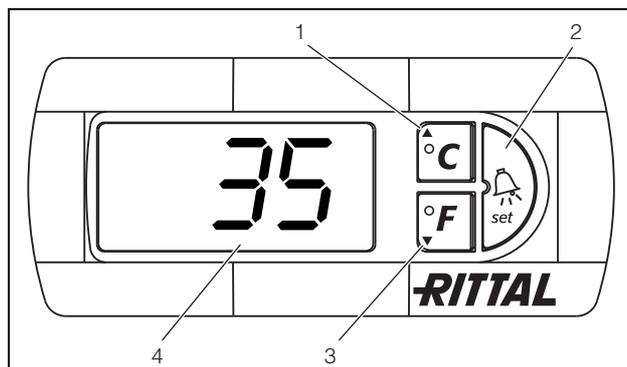

Рис. 38: Комфортный контроллер
Комфортный контроллер оснащен 7-сегментным дисплеем (рис. 38, № 4). На нем в течении ок. 2 сек. после включения отображается текущая версия ПО, затем значение предустановленного параметра (напр. t10) или температура. В нормальном режиме работы дисплей отображает температуру (в градусах Цельсия или градусах Фаренгейта) и сообщения об ошибках. Актуальная температура внутри шкафа обычно отображается на дисплее непрерывно. Сообщения об ошибках отображаются поочередно с актуальной температурой.
Программирование агрегата производится кнопками 1 – 3 (рис. 38). Параметры программирования также отображаются на дисплее.
- Нажмите одновременно кнопки 1 и 2 (рис. 38) и удерживайте минимум 5 сек.
Кнопки 1, 2 и 3 (рис. 38) позволяют изменять 24 параметра в заданных диапазонах (мин. значение, макс. значение).